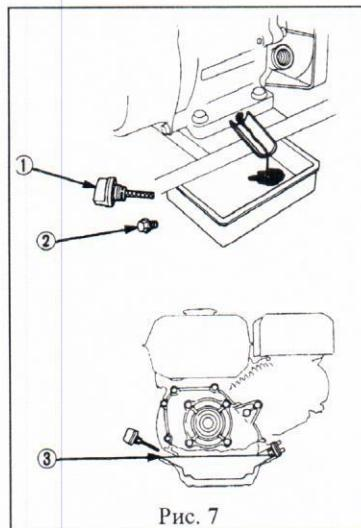

Рис. 7
- отверните пробку 2 (рис. 7) сливного отверстия и пробку заливного отверстия 1 (рис. 7), слейте масло в приготовленную емкость. Заверните пробку сливного отверстия.
- заправьте двигатель рекомендованным маслом до нижней кромки 3 (рис. 7) заливного отверстия.